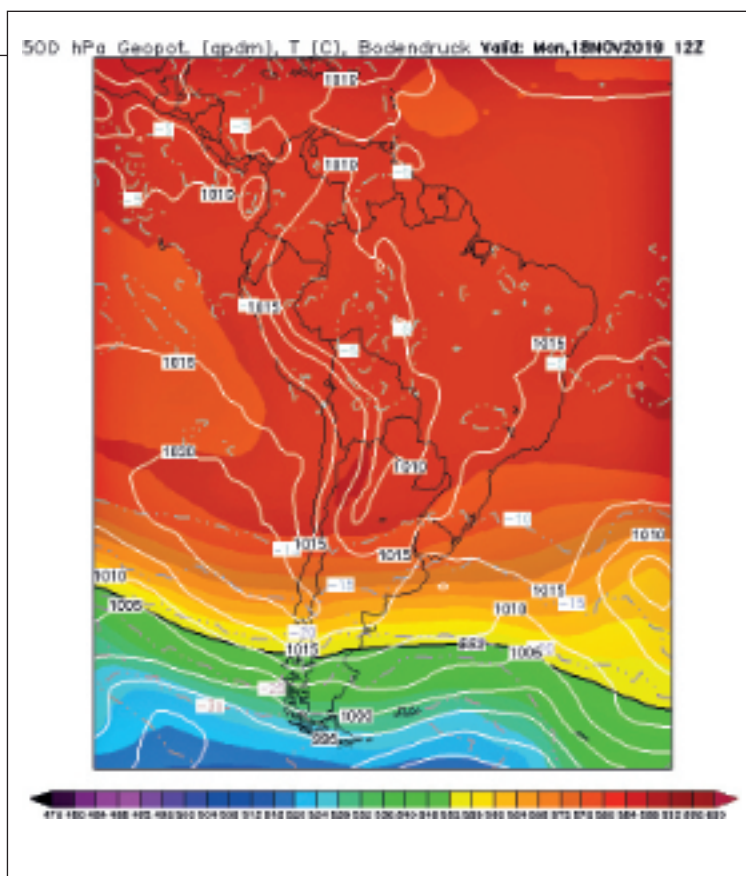

Fig. 15: carta del geopotenziale a 500hPa, quota troppo vicina al terreno per fornire dati utili
- Il colore della carta geopotenziale a 500 hPa (**fig. 15**) fornito da TopKarten non è variato di una singola gradazione di marrone su metà del continente sudamericano, comprendendo tutto il Brasile, la metà settentrionale del Cile, la Bolivia e il Perù. Nessuna cresta o saccatura a dare indizi d'un cambiamento nella massa d'aria, né qualsiasi circolazione significativa come la intendiamo nell'emisfero settentrionale. Questa mappa ha solo un significato relativo poiché il suolo dell'altipiano boliviano è di per sé alla quota di circa 500 hPa.
Il giorno del 15 novembre è molto rappresentativo di questa situazione. Mentre la mappa del geopotenziale (isoipse) a 500 hPa non mostra alcun segno di circolazione (identica alla fig. 15), l'esame della carta del vento a 5.000 m di fig. 23 mostra non solo un debole flusso da Nord su Atacama, 5 nodi circa, ma anche una rotazione della circolazione della massa d'aria a E-NE, sempre di soli 5 nodi ma diffusa su tutto il territorio boliviano.